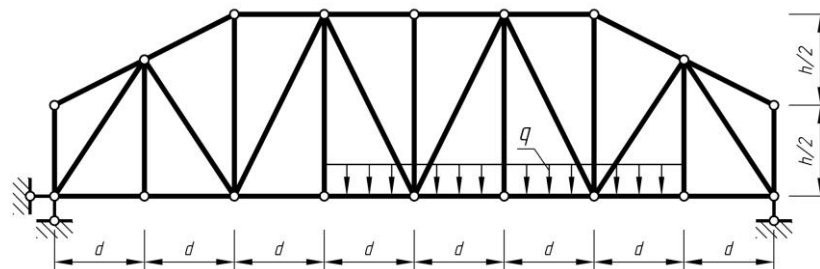

Рис.2
**Задание:** Для фермы рис.2 с заданными размерами и нагрузкой требуется: